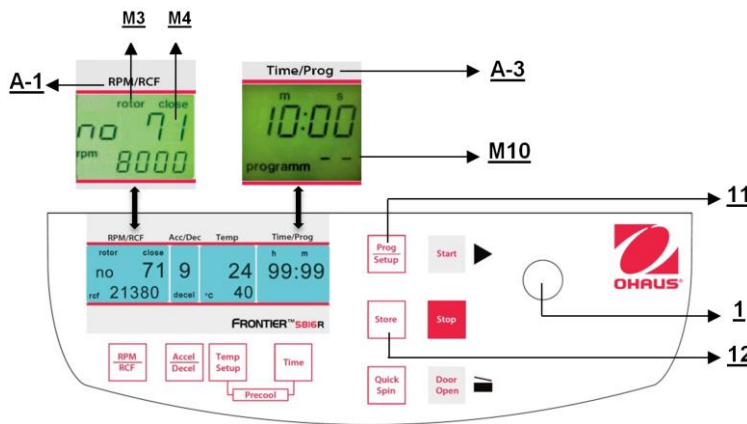

Figura 25
Para recuperar programas almacenados, presione el botón **"Prog/Setup"** (11) (vea la Figura 25) mientras la tapa está cerrada. En la pantalla **"Time/Prog"** (A-3) aparece **"programm --"**(M10). El número de programa deseado puede preseleccionarse con la perilla de ajuste (1). Los valores almacenados para ese programa aparecerán en las pantallas respectivas. Si dentro de la centrífuga está el rotor equivocado para el programa seleccionado, en la pantalla **"RPM|RCF"** (A-1) destella la palabra **"rotor"** (M3). Al mismo tiempo, la palabra **"FALSE"** y el número de rotor almacenado **"xx"** (M4) destellan alternadamente.
Para salir del modo de programa, solo presione el botón **"Prog/Setup"** (11) (vea la Figura 25). Entonces, dentro de la pantalla **"Time/Prog"** aparece la palabra **"programm"**. Configure la pantalla en **"programm--"** (M10) con la perilla de ajuste (1).